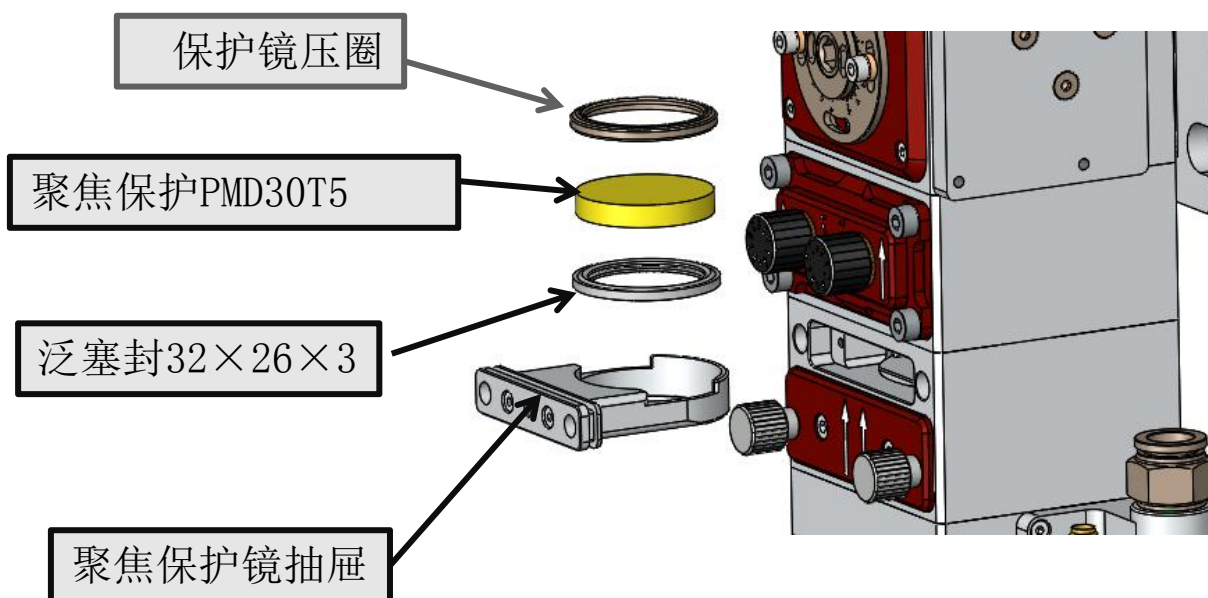

图2.9
1、拧掉两颗M2.5×8的内六角圆柱头螺钉，拔出聚焦保护镜抽屉，如下图所示2.8、图2.9所示。